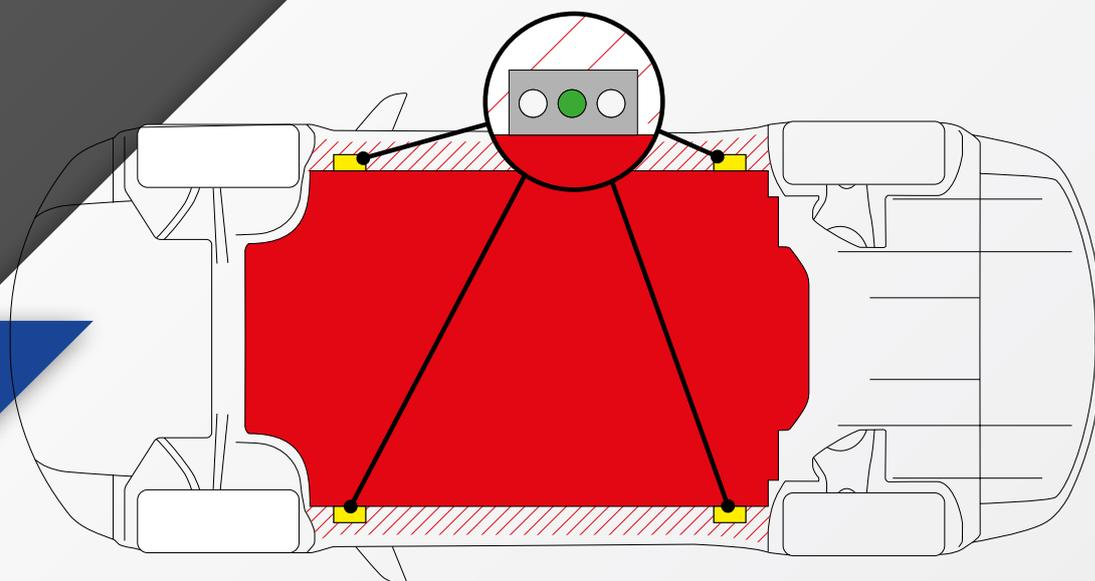

Abbildung 1
5. Abb. 1: Suchen Sie die entsprechenden Anbockpunkte am Fahrzeug (gelb dargestellt). Stellen Sie sicher, dass alle Punkte frei von Schmutz sind und setzen Sie die Adapter 33 10 2272 an den zentralen Stellen ein (wie in Grün markiert). Positionieren Sie die Auflagen der Hubarme unter den Adaptern, um Beschädigungen im Bereich der Hochspannungsbatterie zu vermeiden (rot markiert).